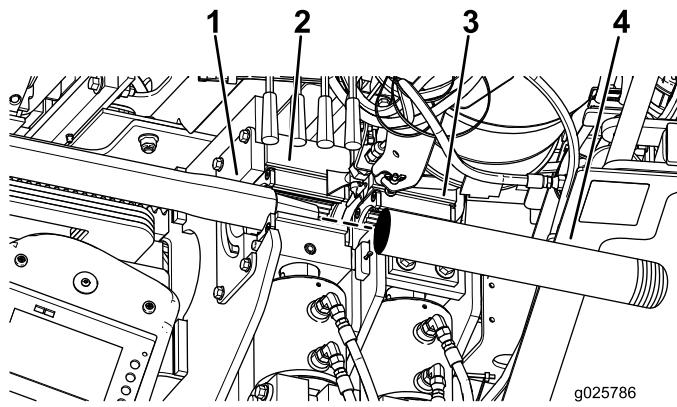

Figura 51
- Retire el tubo de perforación y la barra de acoplamiento por la guía del tubo y hasta las mordazas, alineando la junta superior ensanchada de la barra de acoplamiento con la mordaza superior (Figura 51).